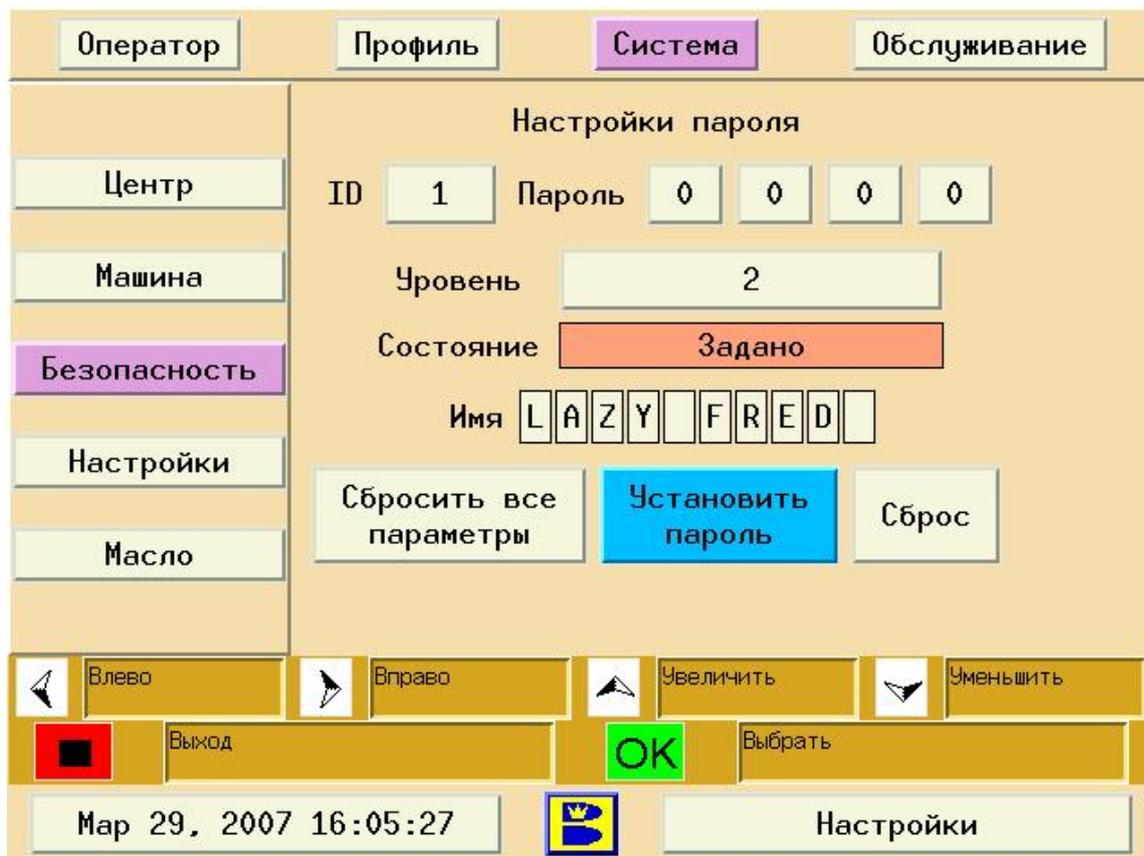

Рисунок 4-18. Экран «Безопасность»
1. Перейдите на экран Система. См. рис. 4-18.
- а. Для ввода нового пароля выберите пустую запись пользователя (ID)